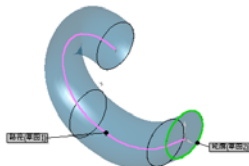

图 3-31 保持法向不变
- [保持法向不变]: 草图轮廓保持法线方向不变如图 3-31 所示。